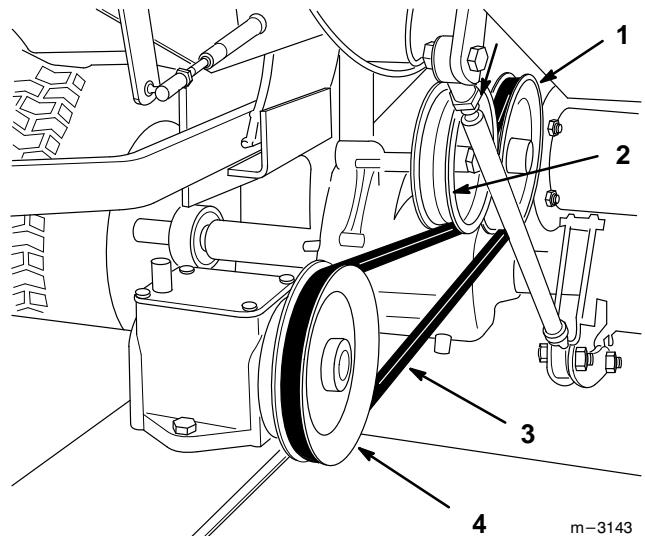

Abbildung 4
- Den Antriebsriemen um die Riemenscheibe der Antriebseinheit legen, die Führungsrolle hochziehen und den Riemen um die Getriebescheibe legen (Abb. 4).